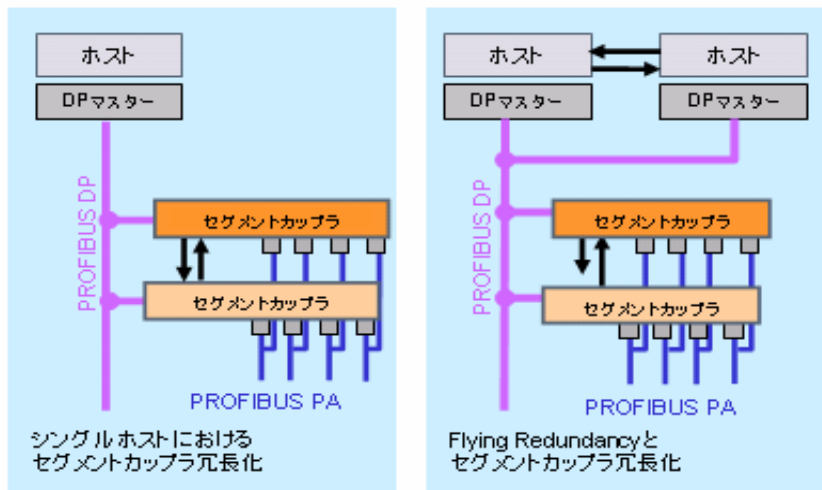

図 5: セグメントカップラの冗長化(左)と flying redundancy (右)
- マスター冗長化：制御システムが冗長化となります。例；**flying redundancy** (図 5, 右)。
- セグメントカップラ冗長化: セグメントカップラが冗長化されます (図 5, 左) もし片方の DP-PA ゲートウェイが Fail したら、他方がすぐに機能を引き継ぎます。マスターはゲートウェアが変わったことは意識しませんし、電文の消失もありません。